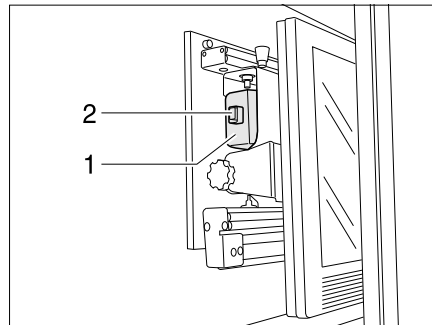

Bild 10 Halterung im TV-Schrank
- Flachbildschirm in Richtung Arretierung (Bild 10,1) zurückschwenken.
- Hebel (Bild 10,2) nach unten drücken.
- Hebel (Bild 10,2) loslassen. Der Hebel rastet ein.